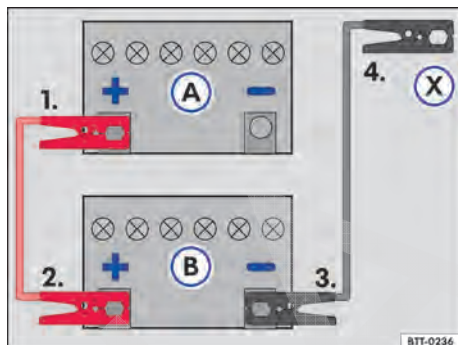

Fig. 184 Esquema para a conexão dos cabos auxiliares de partida: bateria do veículo descarregada **(A)** e bateria do veículo fornecedora de corrente **(B)**.
- Conectar uma extremidade do cabo auxiliar de partida **vermelho** ao polo positivo **+** ⇒ **Fig. 184** ④ do veículo com a bateria do veículo descarregada **(A)** ⇒ .